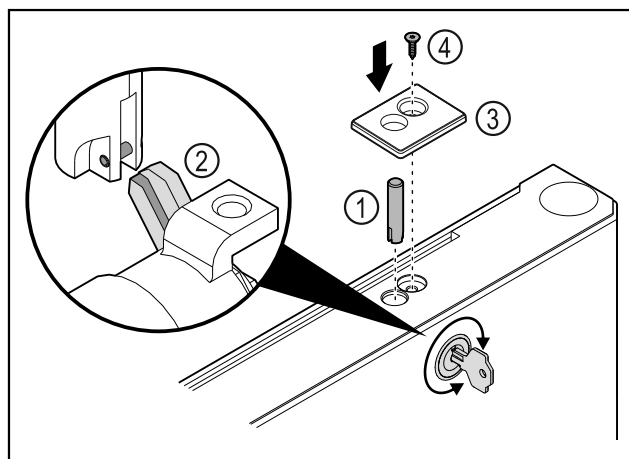

Fig. 46
- Nasad'te čap zámku Fig. 46 (1).
- Zľahka otáčajte zámok, aby čap zámku Fig. 46 (2) zapadol do drážky zámku.
- Nasad'te kryt Fig. 46 (3).
- Nasad'te skrutku Fig. 46 (4).